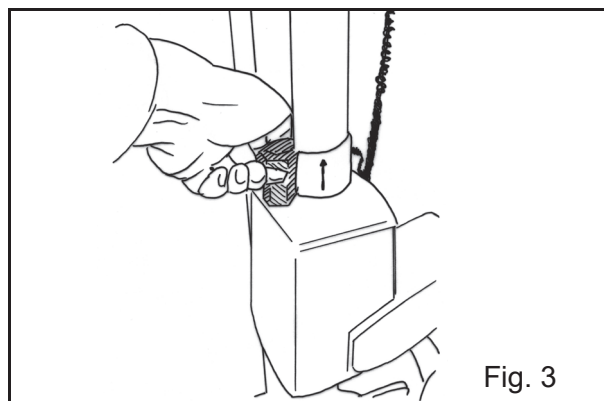

Fig. 3
**Nødsænkknapp:** Den kan bruges i tilfælde af, at håndbetjeningen svigter. Skulle det usandsynlige ske, at håndbetjeningen eller dobbelt kontrolpanelet ikke betjener Sara 3000-liften, mens plejemodtageren stadig befinder sig i sejlet, er det dog muligt at sænke plejemodtageren ved at bruge nødsænkknappen, der sidder på aktuatoren (se fig. 1 & 3). Der sidder en mærkat på kontrolkraven, som giver hurtig og nem identifikation (se fig. 3). Denne funktion kan betjenes ved at trække skyderkontrollen opad, indtil beboerens egen vægt får masten til at sænke langsomt Slip skyderen for at standse sænkning. Brug kun denne funktion i tilfælde af normal kontrolsvigt. Den må ikke bruges til normal sænkning.